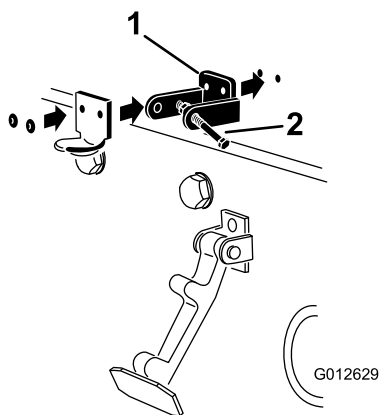

Рисунок 7
3. Во время совмещения монтажных отверстий поместите стопорный кронштейн по стандарту СЕ и кронштейн защелки капота на капот. Стопорный кронштейн должен быть прижат к капоту (Рисунок 7).
5. Приклепайте кронштейны и шайбы к капоту (Рисунок 7).